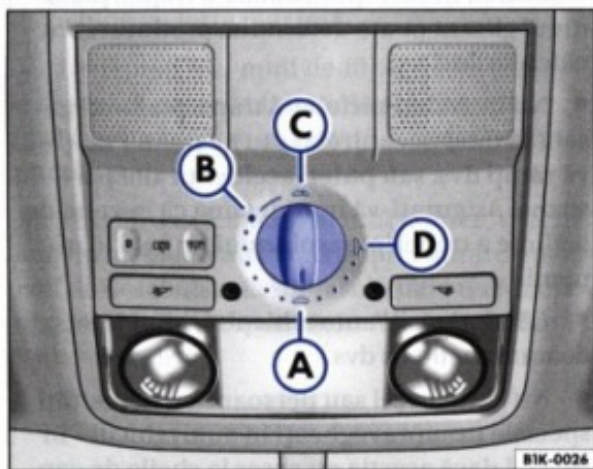

Fig. 36 Plafonul: Comutatorul rotativ pentru acțiunea trapei/plafonului glisant
O trapă care a fost deschisă de mai multe ori din cauza dispozitivului de deschidere la suprasolicitare, poate fi închisă, dacă mențineți comutatorul rotativ apăsat în față în poziția ⇒ fig. 36 (A), până când trapa se închide complet. Acum trebuie să aveți grijă, deoarece trapa nu se închide cu limitarea forței. ◀